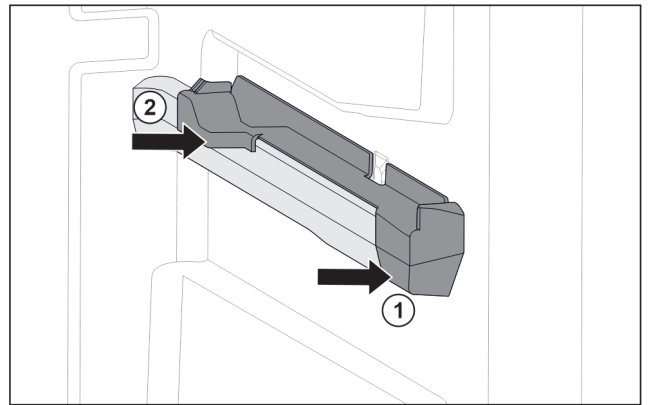

Fig. 63 Pieza de acoplamiento en la nervadura para recipientes derecha
- ▶ Coloque la pieza de acoplamiento delante en la nervadura para recipientes. Fig. 63 (1)
- ▶ Presione la pieza de acoplamiento por detrás. Fig. 63 (2)